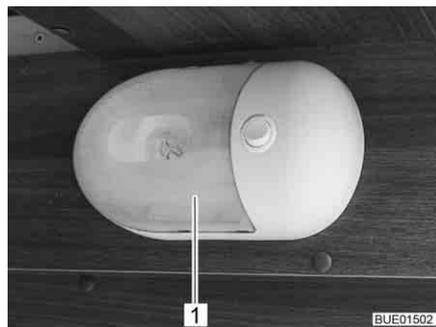

Fig. 242 Lámpara de garaje
- Comprimir la cubierta transparente (Fig. 242,1) con precaución de ambos lados, retirarla ligeramente del interruptor y quitarla hacia delante.